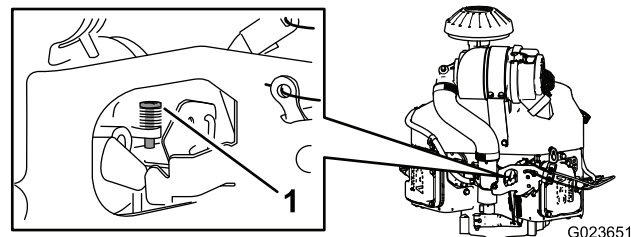

Figura 68
4. Regolate la vite di arresto sul carburatore (Figura 68) in modo da impostare la velocità minima tra 1350 e 1550 giri/min.